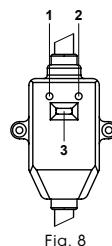

Fig. 8
| Indicatorul de încălzire este oprit | Dispozitivul de oprire de protecție (DOP) s-a declanșat. | Testați DOP-ul apăsând butonul «test». Dacă DOP a trecut testul, apăsați butonul de resetare (3). În cazul în care testul eșuează, contactați tehnicienii de service pentru reparații (vezi fig. 8). |